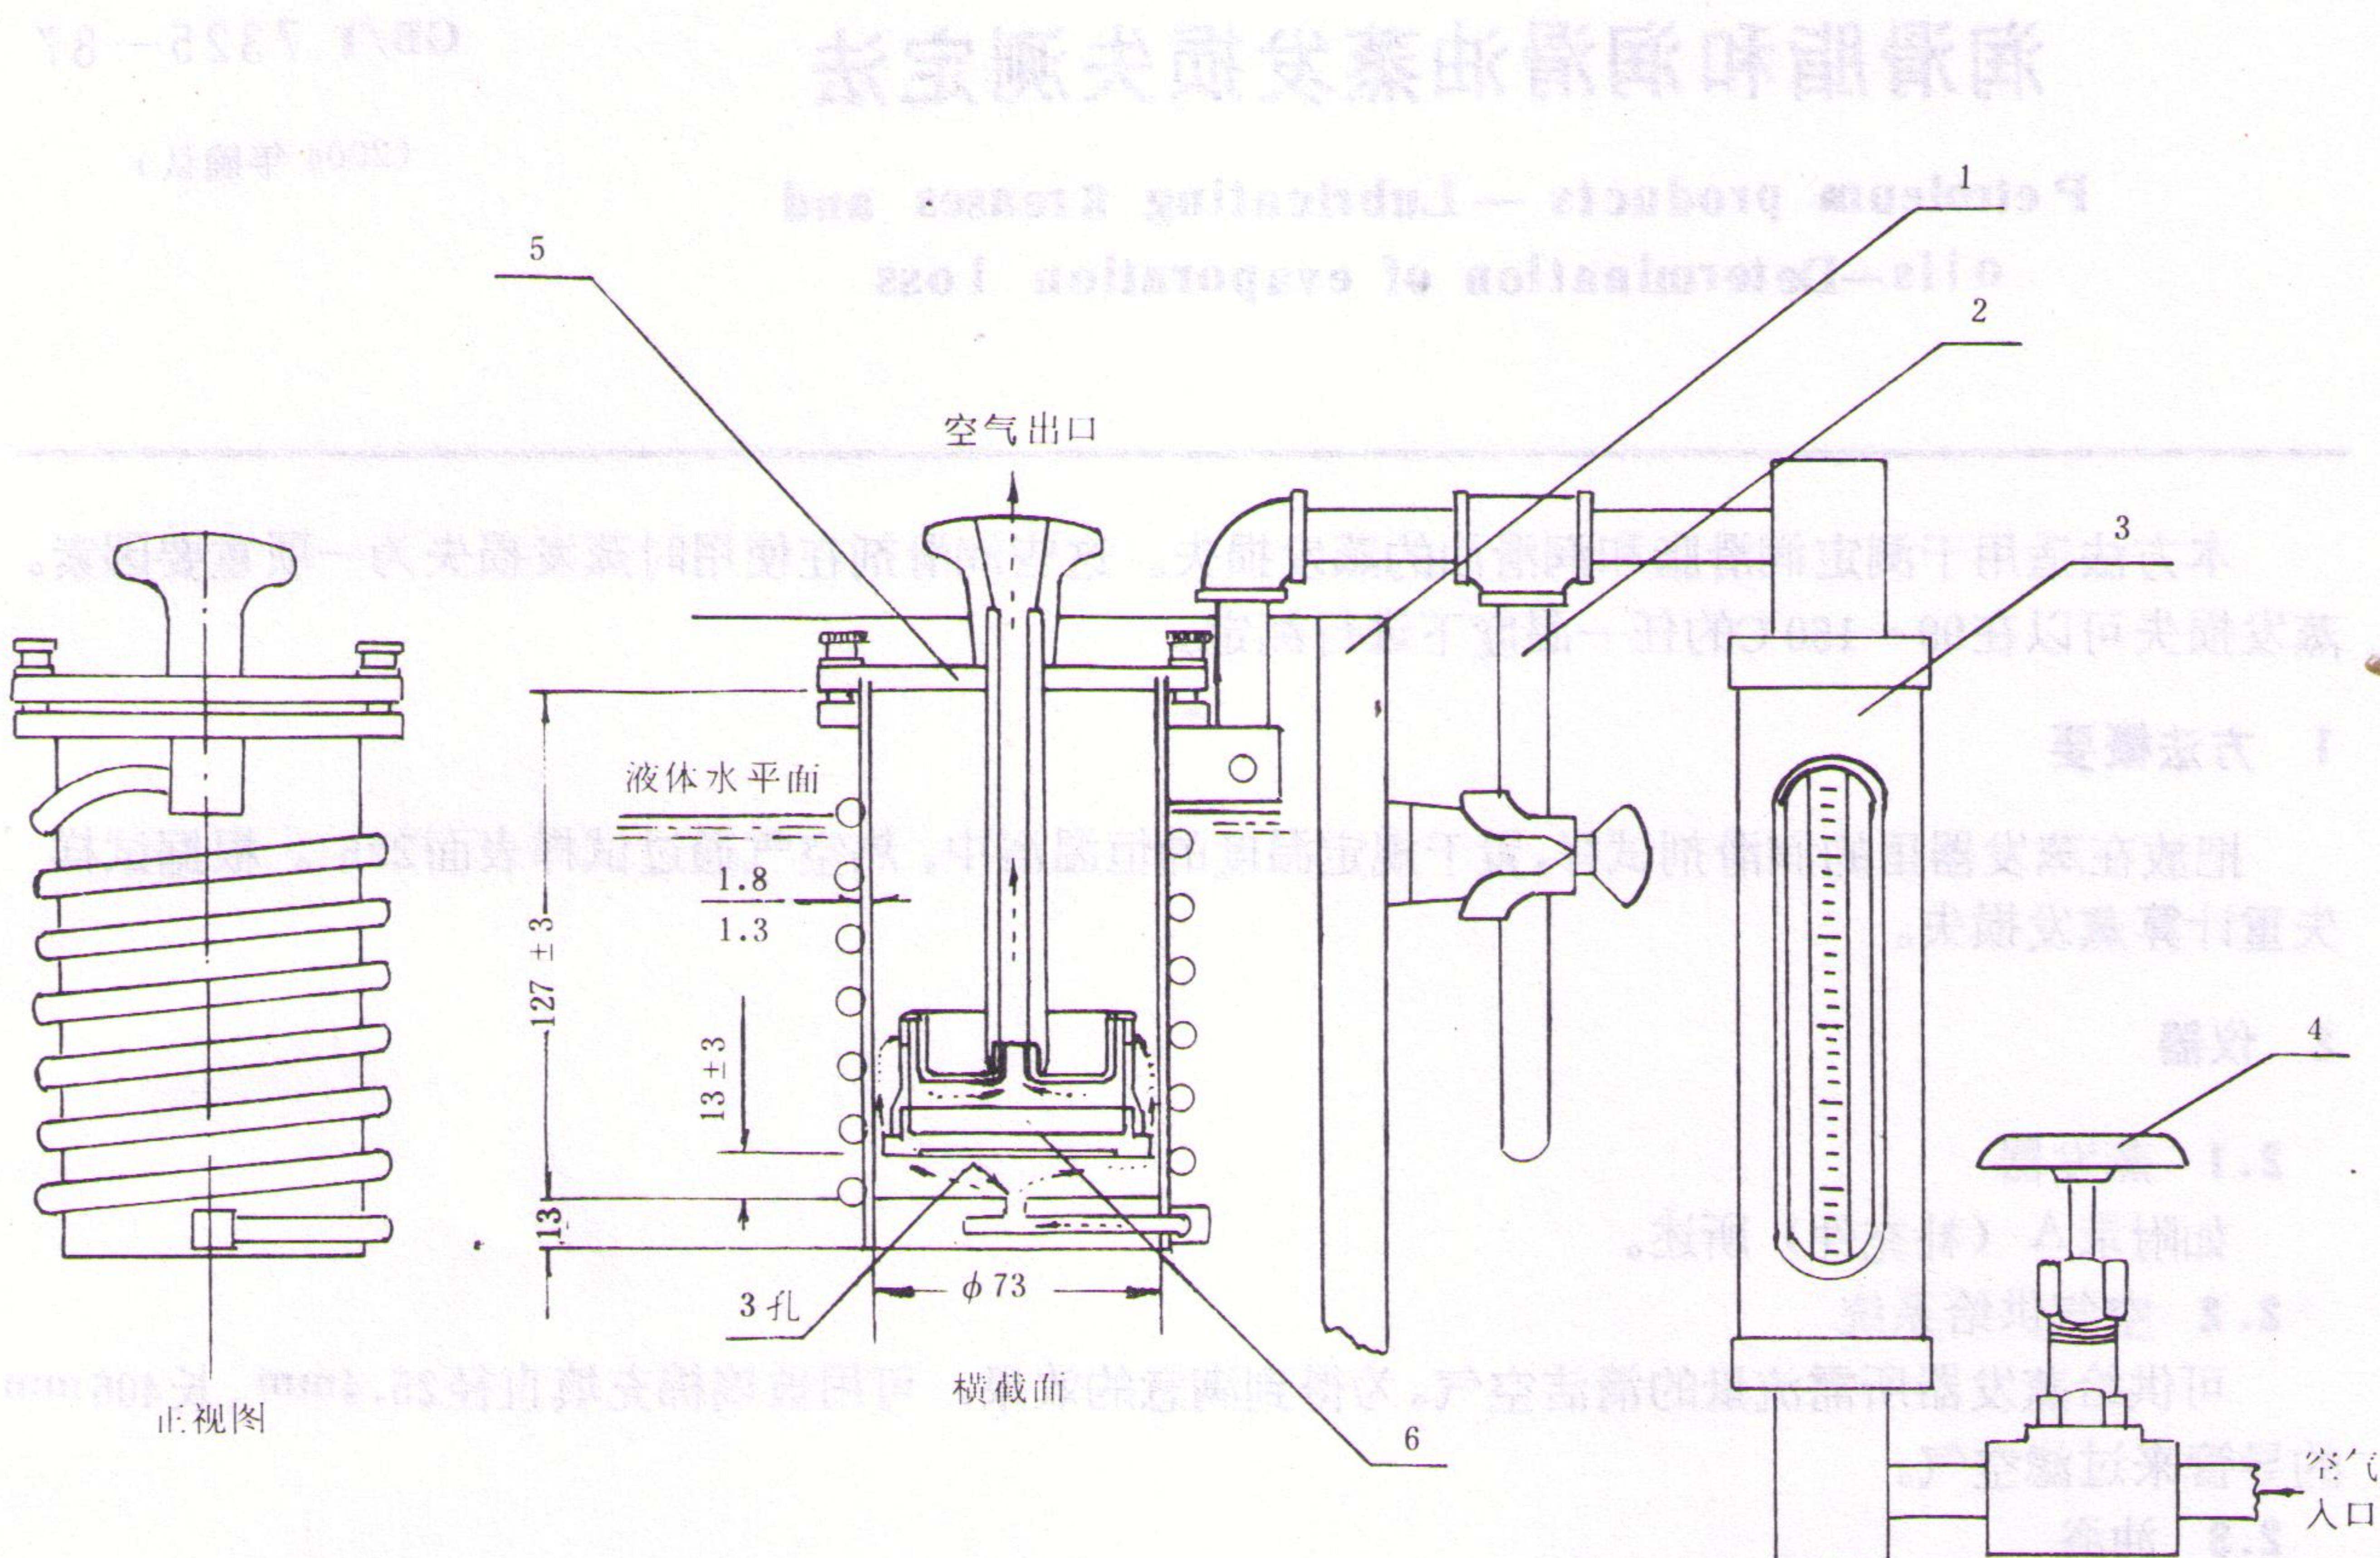

图 1 蒸发器及附件
经校正的转子流量计，于15~30℃以 $2.58 \pm 0.02\text{g}/\text{min}$ 的速率供应空气（在标准温度和标准压力下为 $2\text{L}/\text{min}$ ）。流量计应如图1所示，装有针形阀。
**3.2** 盖上盖子（不装罩子和试样杯），将蒸发器浸入恒温浴中使其达到试验温度（控制到 $\pm 0.5^\circ\text{C}$ ），如图 1 所示。在开始试验前，让蒸发器在恒温浴中至少保持 30 min，在此期间，使干净的空气以规定的速度  $2.58 \pm 0.02\text{ g/min}$ （在标准温度和标准压力下为  $2\text{ L/min}$ ）流过蒸发器，空气流速通过转子流量计指示。然后取掉盖子，把称量过的罩子和脂杯拧上，再盖上盖子，上紧三个滚花的顶盖，封严螺丝以防空气从盖下漏泄。干净的空气通过蒸发器  $22\text{ h} \pm 5\text{ min}$ 。